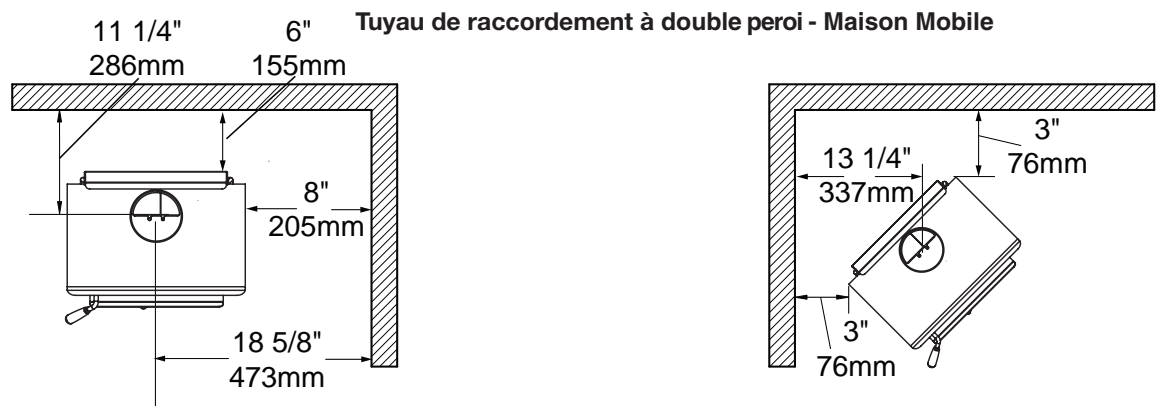

Figure 4: TN10 Dégagements - maison mobile.ai
- Une prise d'air extérieur est exigée pour les installations dans une maison mobile. Voir Figure 2 (Page 10) ou Figure 4 (Page 13).
**NOTE:** Des cheminées plus longues et des solins de toit à pente variable peuvent être utilisés (voir Fig. 4, Page 13). Installez tous les composants selon les instructions d'installation du fabricant de cheminée. Consultez votre fournisseur de cheminée, pour des conseils d'installation.
Utilisez un chapeau de prise d'air approuvé de 4 po (102 mm). Découpez ou percez un trou correspondant dans le mur extérieur le plus près, ou dans le plancher sous le poêle. Raccordez l'adaptateur au trou en utilisant du conduit de 4 po (100 mm) flexible ou rigide. Prévoyez une protection contre l'eau, au besoin. Ce trou doit tirer son air d'un vide sanitaire ventilé ou être raccordé à un tuyau de prise d'air menant à l'extérieur (voir Figure 3, Page 10 ou Figure 4, Page 13). L'utilisation d'air de combustion extérieur pour une installation résidentielle exige de fixer le poêle au plancher pour empêcher un débranchement accidentel de la prise d'air. Un tuyau de prise d'air extérieur peut aussi être installé entre l'extérieur et le trou de 4 po (100 mm) de diamètre situé à l'arrière du piédestal.